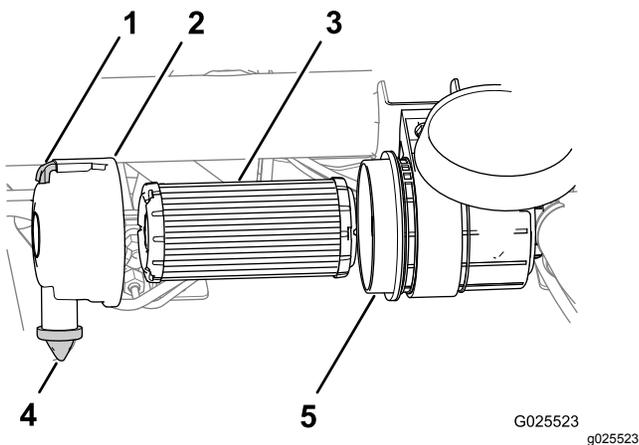

Рисунок 40
1. Потяните защелку наружу и поверните крышку воздушного фильтра против часовой стрелки (Рисунок 40).
- Извлеките воздушный фильтр из корпуса (Рисунок 40).
- Начисто протрите внутреннюю поверхность крышки и корпуса воздушного фильтра (Рисунок 40).
- Снимите резиновый пылезащитный клапан с крышки (Рисунок 40).
- Очистите канал для выброса грязи, расположенный в крышке воздухоочистителя, полость пылезащитного клапана и замените пылезащитный клапан (Рисунок 40).
- Вставьте новый воздушный фильтр, нажимая с небольшим усилием на наружный обод фильтра, чтобы посадить его в корпус воздушного фильтра (Рисунок 40).
- Совместите крышку воздушного фильтра с пылезащитным клапаном в положении «на 6 часов», если смотреть с левого конца крышки (Рисунок 40).
- Зафиксируйте защелку крышки воздушного фильтра (Рисунок 40).